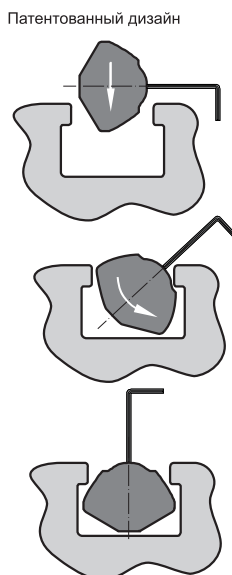

Рис. 7. Преимущества патентованного корпуса датчика
- патентованный корпус, который позволяет устанавливать корпус в прорезь сверху (а не сбоку, как у большинства производителей) пневмоцилиндра (рис. 7);